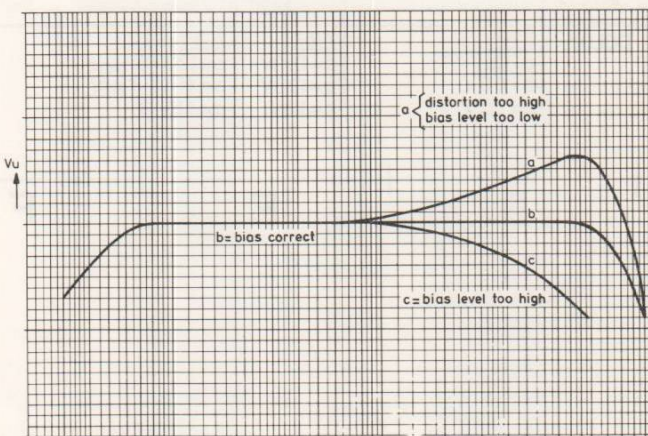

Fig. 5
*f. Bij het instellen van het ene kanaal kan het andere iets worden beïnvloed. Bij een goede instelling zal de frequentiearakteristiek als in Fig. 5 curve b verlopen, vervorming ≤ 3%.